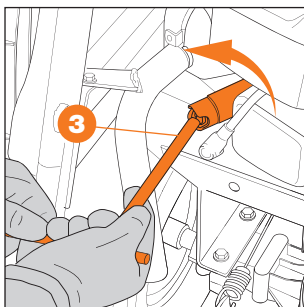

Рис. 19
- Свечным ключом ❸ выкрутите свечу ❷ (Рис. 19).